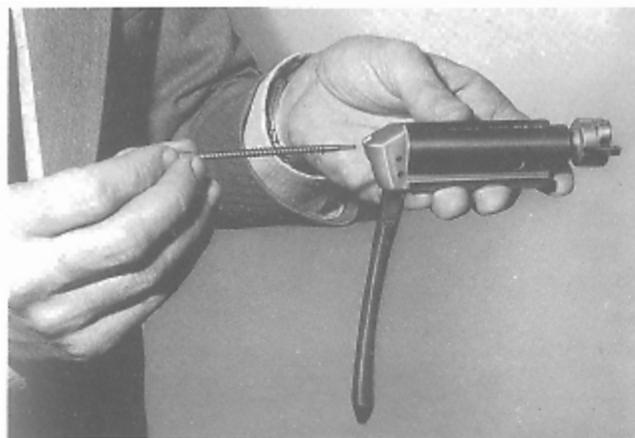

Fig. 30
- 9) Estrarre dall'otturatore il percussore con la sua molla di richiamo (fig. 30).
- 9) Remove the firing pin and firing pin spring from the bolt (fig. 30).
- 9) Extraire de l'obturateur le percuteur avec son ressort de rappel (fig. 30).